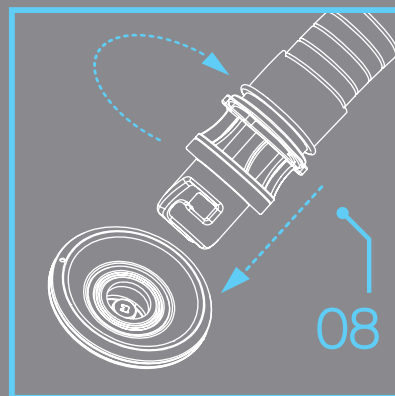

Figure 2.
Raccordez le **robinet d'air (8)** à la **valve de gonflage de votre SUP**. Poussez fermement le robinet d'air vers l'intérieur et tournez-le dans le sens des aiguilles d'une montre pour fixer le raccord (**Figure 2**).